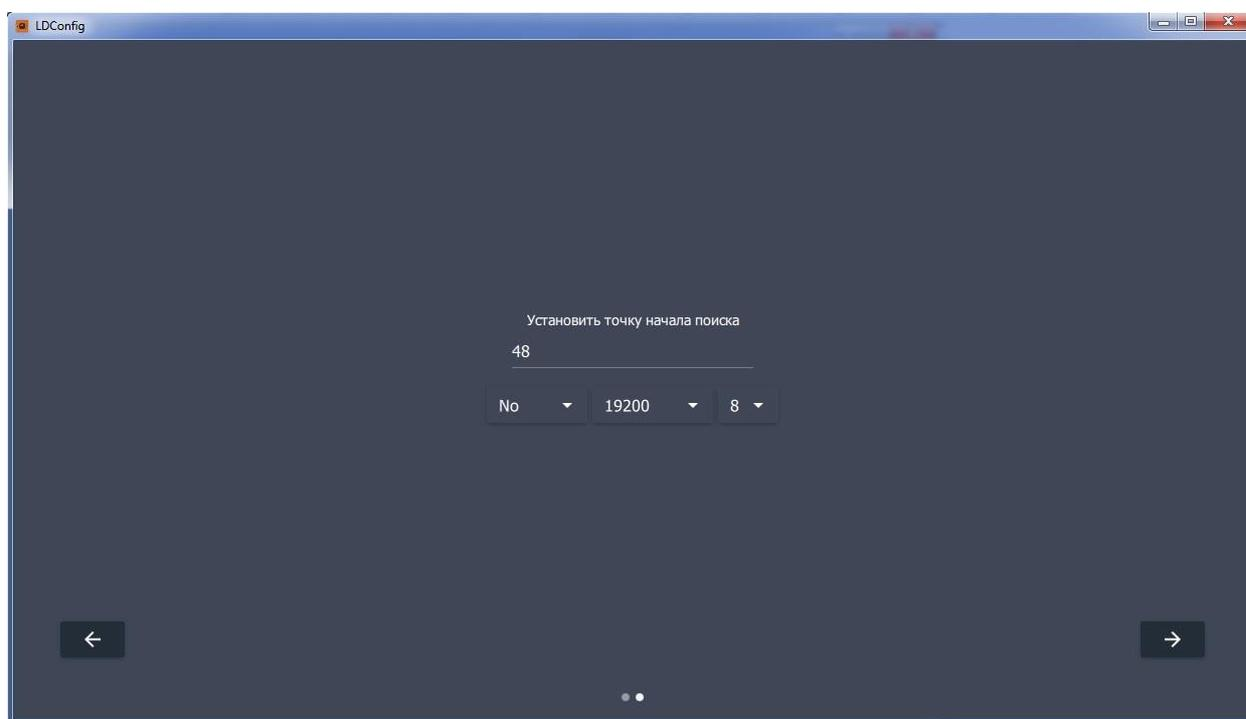

Рисунок 6
- в соответствующих колонках выберите нужные значения ЧЕТНОСТИ, СКОРОСТИ, БИТЫ ДАННЫХ, нажмите ПРОДОЛЖИТЬ «→» (Рис. 6);